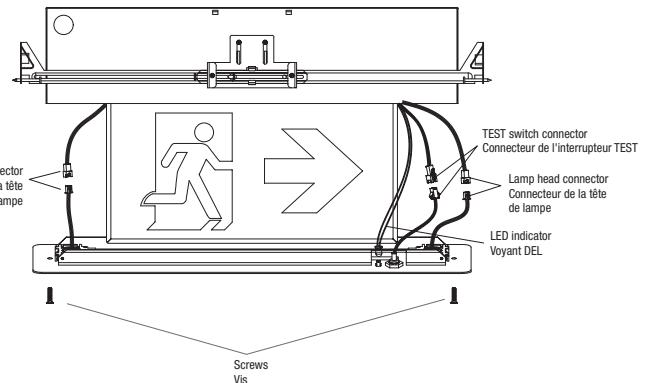

Fig. 7
11. Insert the fixture into the metal box and snap by spring, connect the test switch, connect lamp heads and assemble LED indicator on bushing at the trim plate. Fix the trim plate on the metal box by 2 screws (Fig. 7).
11. Insérer l'unité dans la boîte métallique et enclencher le ressort, connecter l'interrupteur de test, connecter les têtes de lampes et assembler le voyant DEL sur la douille de la plaque de finition. Fixer la plaque de finition sur le boîtier métallique à l'aide de 2 vis (Fig. 7).